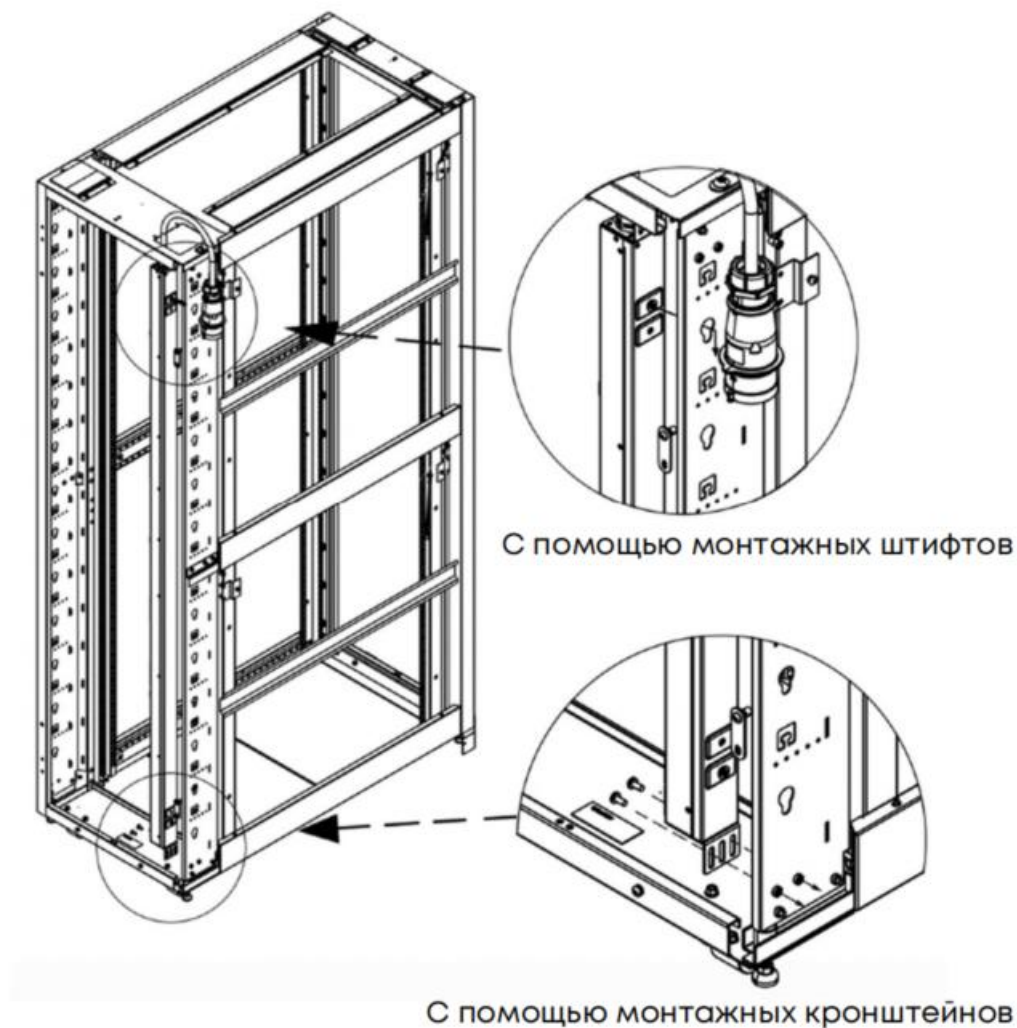

РИСУНОК 3 – ВАРИАНТЫ ВЕРТИКАЛЬНОЙ УСТАНОВКИ
- 3) Установите блок розеток и закрутите винты с круглой головкой М6*12 в отверстия квадратной гайки, чтобы надёжно закрепить PDU в нужном положении в телекоммуникационном шкафу (рис.3).
- 1) Вставьте оба монтажных штифта в пазы, расположенные на задней части стойки (рис.3).